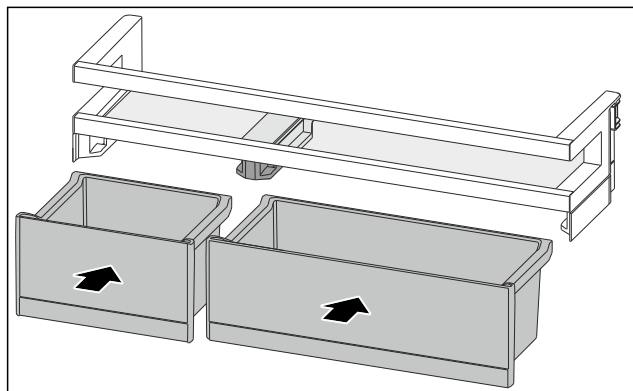

Fig. 128
- ▶ Вставте контейнери VarioBox у змінні положення. (див. Fig. 128)